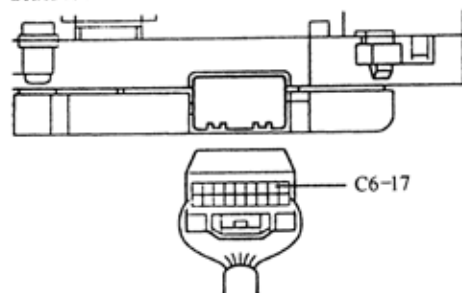

图 9-72
b.把点火开关转到 ON 位置，测量端子之间的电压，如图 9-72、图 9-73 所示。其标准应符合表 9-32 所示。